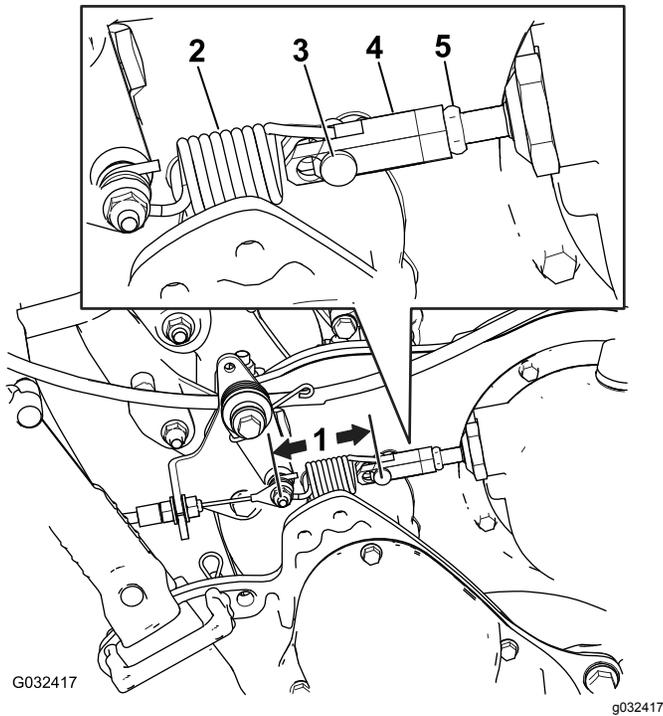

Рисунок 49
2. Измерьте расстояние от штифта на любом конце пружины управления тягой (Рисунок 49), если оно не находится в пределах от 7,3 до 7,6 мм, отрегулируйте сцепление, как описано в приведенных ниже пунктах.
- B. Ослабьте контргайку на винтовой стяжке и снимите шплинтуемый штифт, отсоединив пружину от винтовой стяжки (Рисунок 49).
- F. Измерьте расстояние от штифта на любом конце пружины управления тягой и приводом барабана (Рисунок 49), повторяйте пункты с A по F, пока оно не будет находиться в пределах от 7,3 до 7,6 мм.